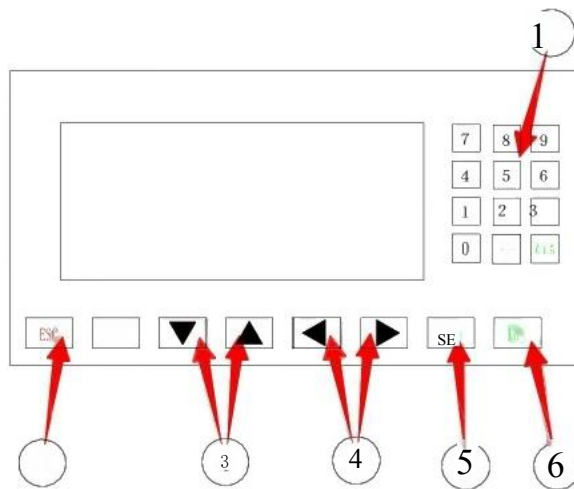

图2-24
- 开机进入主菜单后，按数字2键(图2-24位置1)。
- 按个↓键(图2-24位置3)选择功能。
- 通过 ENT 或者 ESC 键(图2-24位置6、2)激活或者关闭功能。